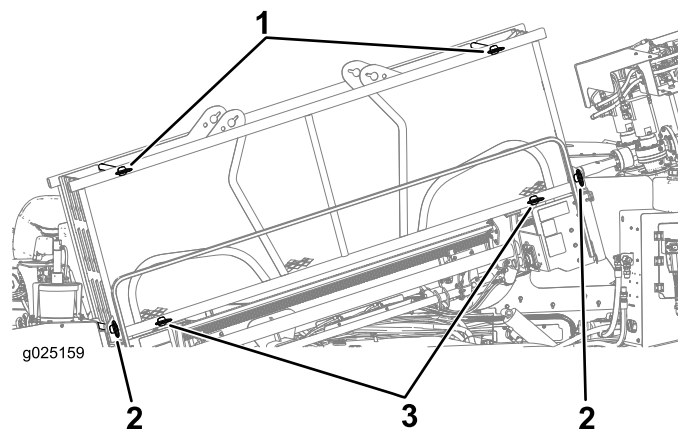

Figura 67
2. Assegure-se de que os pinos superiores e inferiores, dianteiros e traseiros do porta-hastes estejam devidamente instalados (Figura 67).